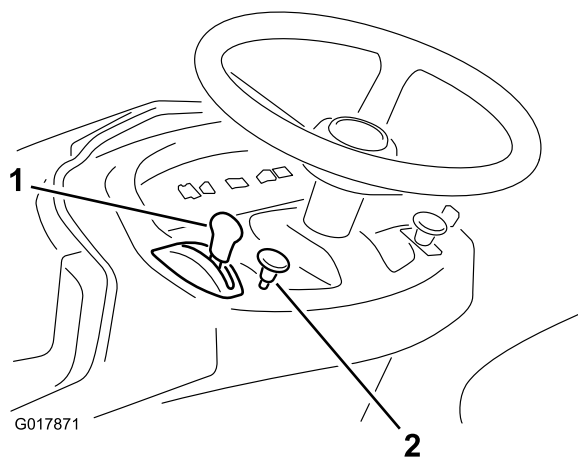

Figura 9
5. Quando avviate un motore a freddo, tirate verso l'esterno la manopola dello starter (Figura 9).
- Quando il motore si accende, spostate lentamente la leva di comando dell'acceleratore in posizione Fast (Figura 9).
- Spostate la leva di comando dell'acceleratore in posizione Slow (Figura 9).